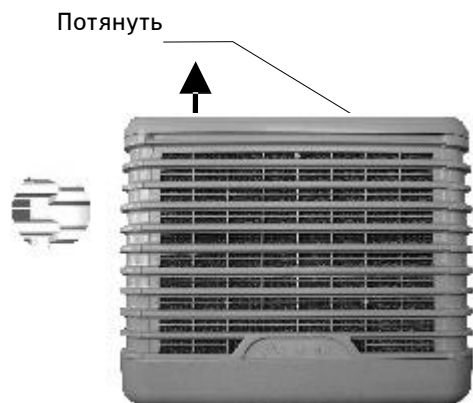

РИС.1
- Демонтаж: Потяните вверх боковую панель пока не упретесь в крышку РИС.1. Потяните горизонтально, выпустив первым нижний край РИС.2.